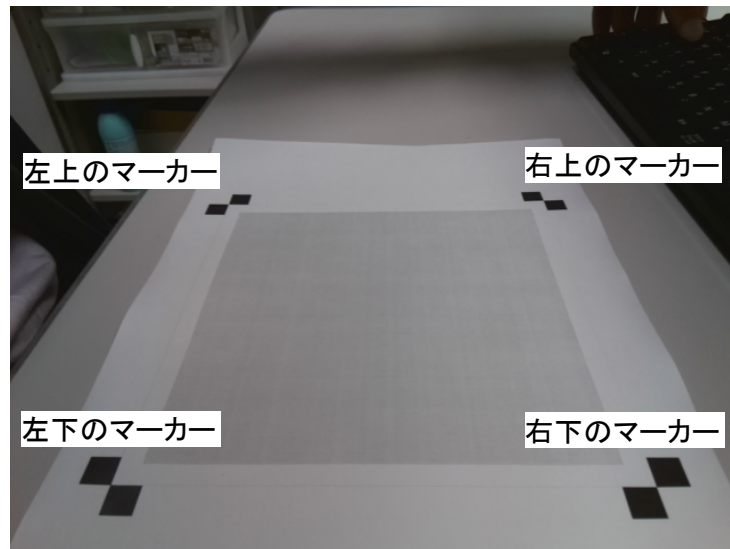

図 4.11 測定用紙を撮影した画像（`src_img.png`）
- ① `raspicam` を実行し、測定用紙全体を撮影する。画像がファイル名 `src_img.png` として保存される（図 4.11 のような画像）。